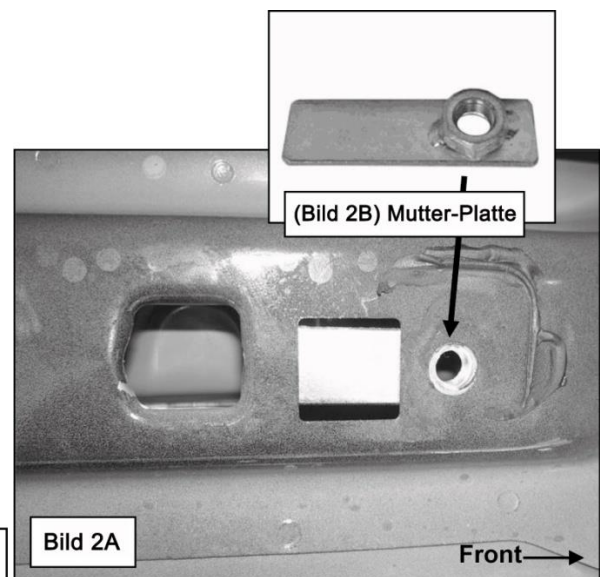

Bild 2A
- a) **Fahrzeuge mit Öffnung im Bodenrahmen:** Führen Sie die 10mm Mutter-Platte in die große, rechteckige Öffnung im Rahmen ein. Richten Sie die Mutter mit dem kleinen Loch und der oberen Lasche an der Halterung aus (**Bild 2A & 2B**). Montieren sie den Halter an der Mutter-Platte mit 1x 10mm x 35mm Sechskantschraube, 1x 10mm Sicherungsscheibe und 1x 10mm U-Scheibe, (**Bild 4**). Ziehen Sie die Schrauben noch nicht fest!